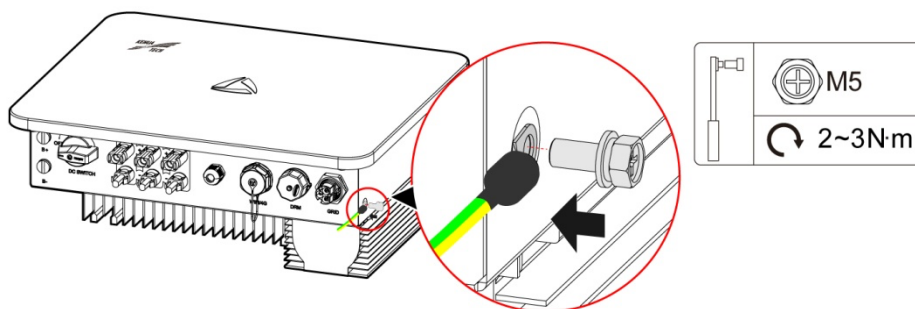

Figura3-14 Conexão de aterramento externo
- Etapa 2 Conecte o fio de aterramento crimpado ao terminal externo de aterramento na lateral do inversor através do parafuso de combinação de aço inoxidável M5*12 fornecido, como exibido na Figura3-14.